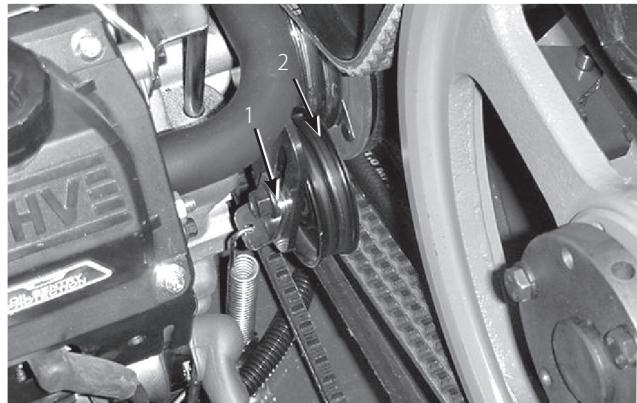

図 58
3. ポンプ・ベルトのアイドラ（図58）を動かせる程度にボルトをゆるめる。